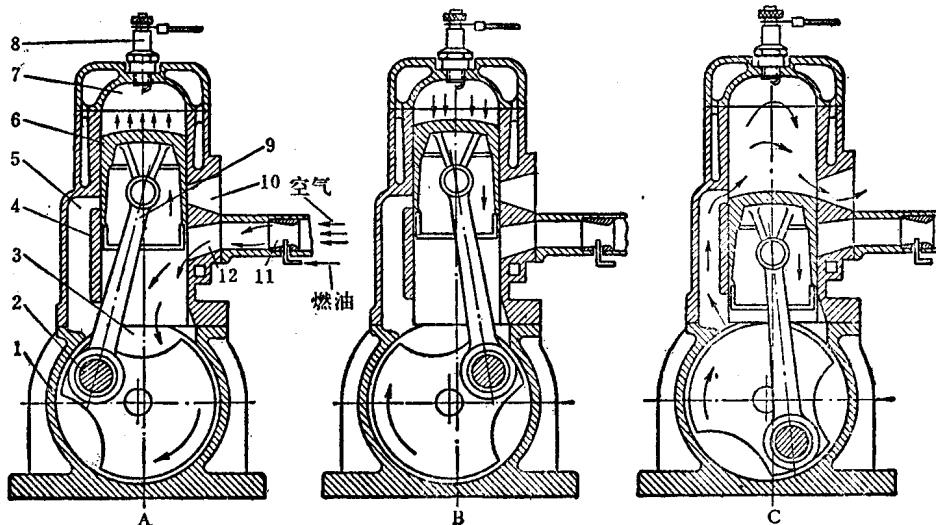

图1-7 二行程发动机的工作过程：
在四行程发动机中，只有一个行程作功，其他三个为辅助行程，而在二行程发动机中，有一个工作行程和一个辅助行程。二行程发动机的构造比较简单如图 1-7 所示。
1. 上行程：当活塞由下止点向上止点移动，活塞关闭三个孔，使气缸内可燃混合气压缩，当活塞移动到接近上止点时，进气孔被打开，可燃混合气吸入曲轴箱内（图1-7 A），活塞继续上移至上止点，曲轴转第一个半圈，气缸内压力及温度都已升高，这时用火花塞点火，则可燃气体燃烧膨胀，推动活塞下行作功（图1-7 B）。
2. 下行程：当活塞由上止点往下止点移动，曲轴箱中的可燃气体被压缩，当活塞继续下移时，活塞打开排气孔，排除废气，同时换气孔被打开，这时曲轴箱中可燃气体由换气孔进入活塞上方，帮助扫除残余废气，这时曲轴转第二个半圈（图1-7 C）。